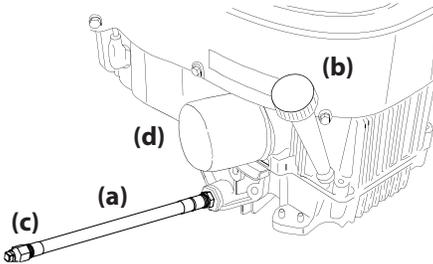

Figura 4-5
2. Ubique la manguera de drenaje de aceite (a) del lado derecho del motor. Vea la Figura 4-5.
4. Mientras sostiene el extremo libre de la manguera de drenaje de aceite (a) sobre el recipiente de recolección de aceite, desatornille el tapón de cabeza cuadrada del extremo de la manguera. Vea la Figura 4-5. Drene el aceite del motor dentro del recipiente.